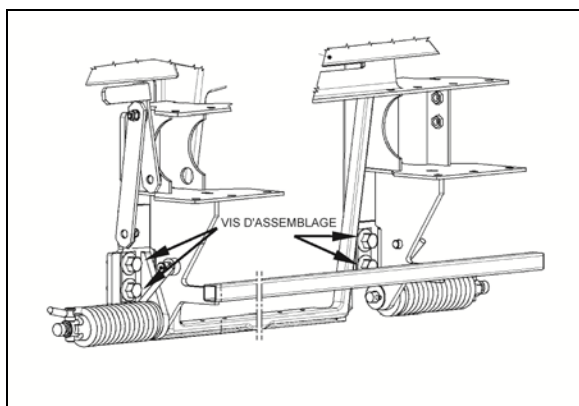

FIGURE 19: ENLÈVEMENT DU PARE-CHOC AVANT
2. Enlever les quatre vis d'assemblage qui fixent le pare-chocs au véhicule et retirer le pare-chocs (Figure 19).